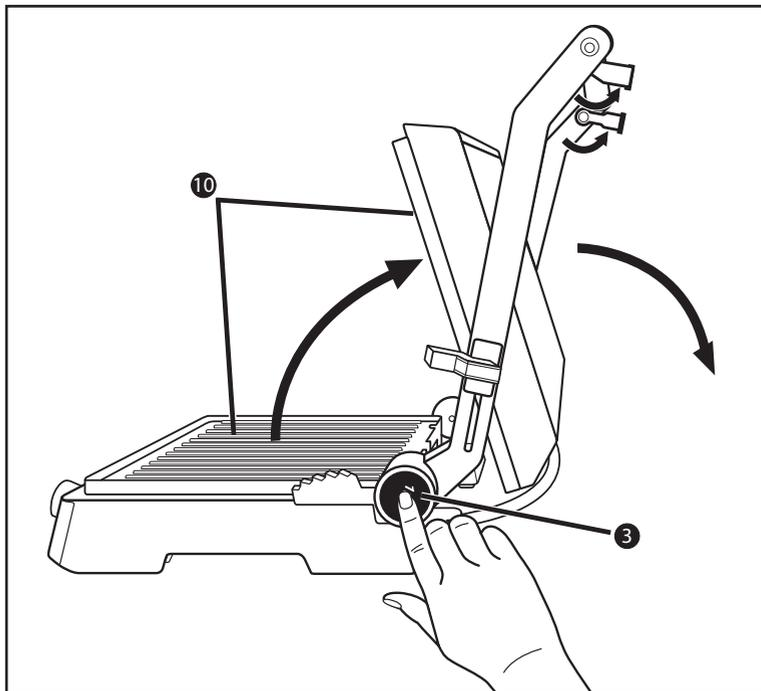

Abb. 1
- 1) Klappen Sie die beiden Stützfüße **1** aus (Abb. 1).
- 2) Drücken Sie die Entriegelungstaste **180° 3** (Abb. 1) und öffnen Sie den Gerätedeckel so weit, dass beide Heizplatten **10** als Tischgrill benutzt werden können.